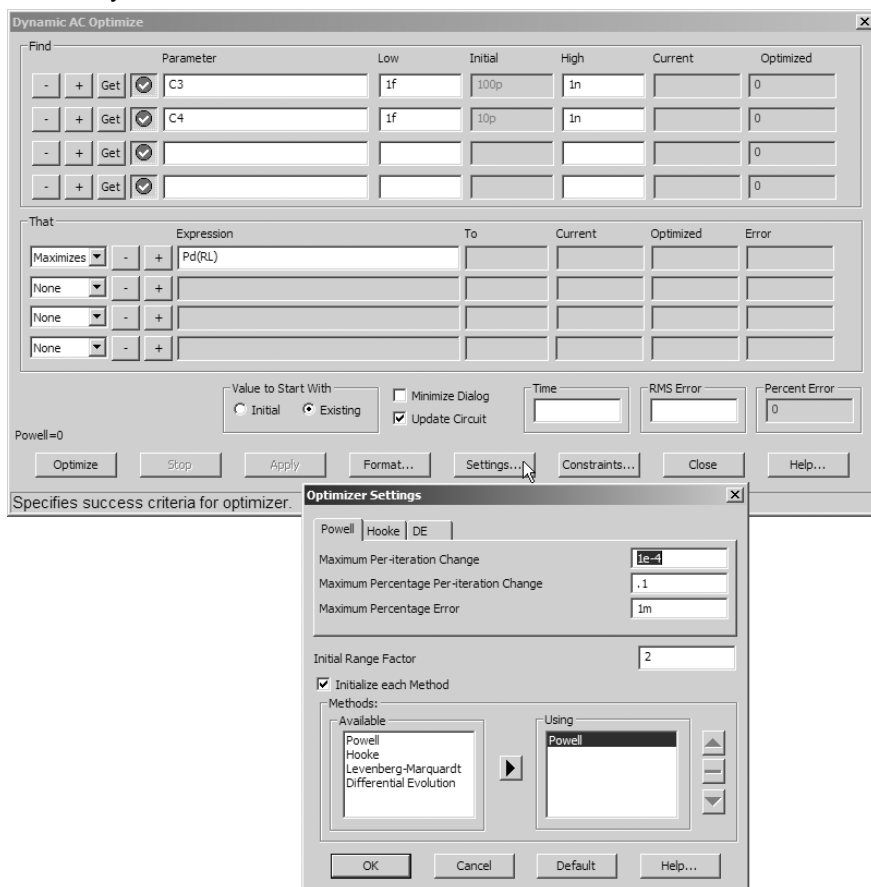

Рис. 6.15 – Оптимизация в режиме Dynamic AC
файл *opt3.cir* из каталога *Analysis\Dynamic_AC*). При этом из режима Dynamic AC вызывается оптимизатор командой *Dynamic AC>Optimize (Ctrl+F11, *). Оптимизации будет посвящен отдельный раздел, здесь кратко опишем процесс задания параметров. Окно оптимизатора (рис. 6.15) содержит следующие панели:
- **Settings** — здесь выбирается метод проведения оптимизации. В MC10 (рис. 6.15) возможно использование 4-х методов оптимизации, в MC9 — только двух.